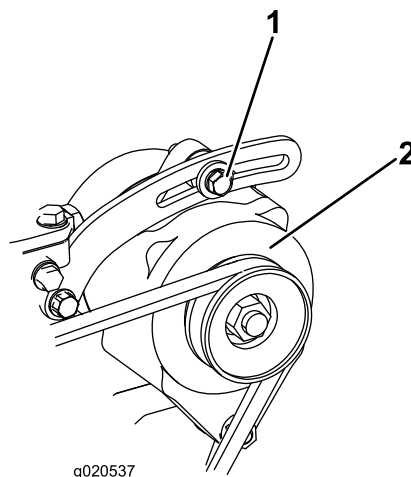

Figura 66
1. Se a deslocação obtida não for igual a 10 mm, deve desapertar os parafusos de montagem do alternador (Figura 66).